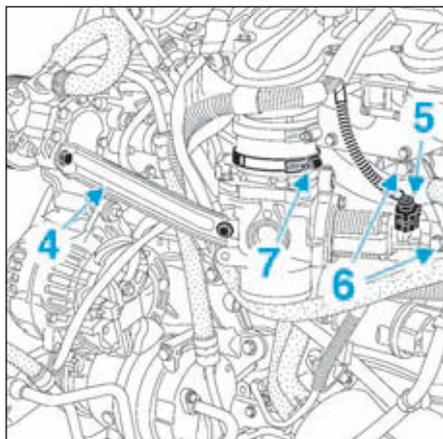

FIG.147
- Déposer le support (4) du boîtier EGR (Fig.147).